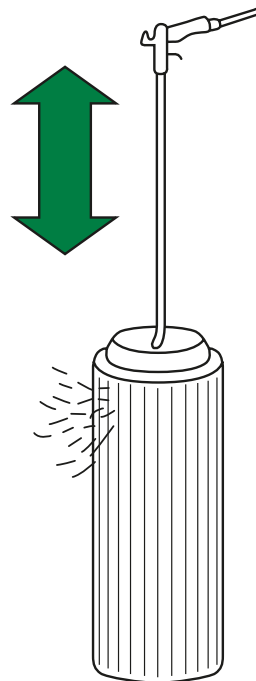

Fig. 5: Limpieza del elemento principal
- Para la limpieza, conviene colocar un tubo en una pistola de aire comprimido con el extremo doblado formando un ángulo de aprox. 90°. La longitud del tubo permitirá llegar hasta la base del elemento filtrante. Después, se introducirá aire comprimido seco (máx. 5 bar) en el elemento filtrante con cuidado desde dentro hacia fuera, o desde la parte limpia hacia la sucia, hasta que ya no quede polvo. La punta del tubo no debe tocar el elemento (ver Fig. 5).